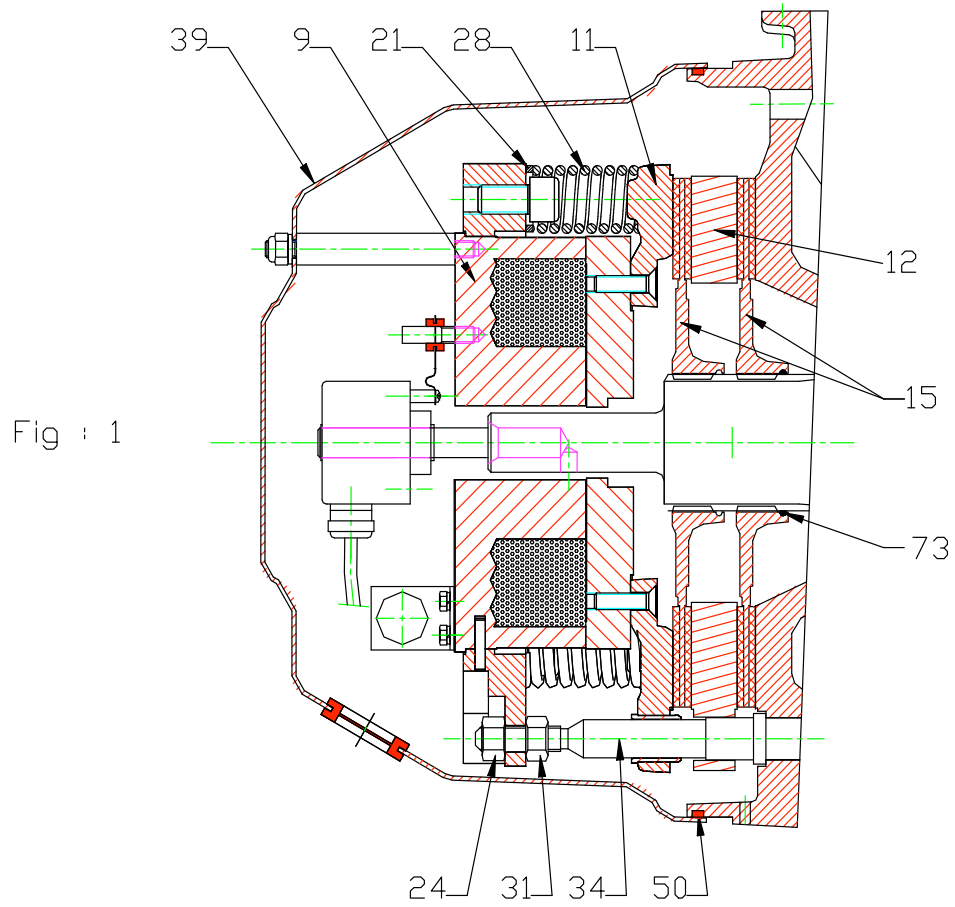

Fig : 1
- Posizionare la guarnizione **73** nel mozzo reggidisco. Per il modello FCPL60H 2, **solo il disco a contatto con il cuscinetto 8 è montato con la guarnizione 73 (si veda la fig. 1).**